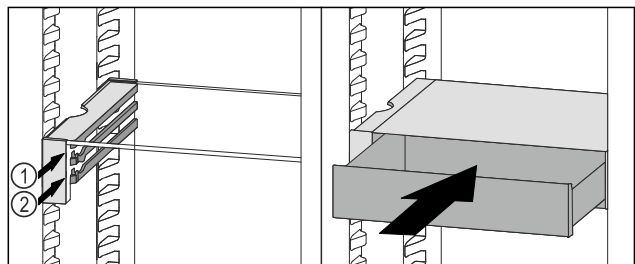

Fig. 126
- VarioSafe-Schubfach hinter den Stoppern auf gewünschter Rippe Fig. 126 (1) oder Fig. 126 (2) aufsetzen.